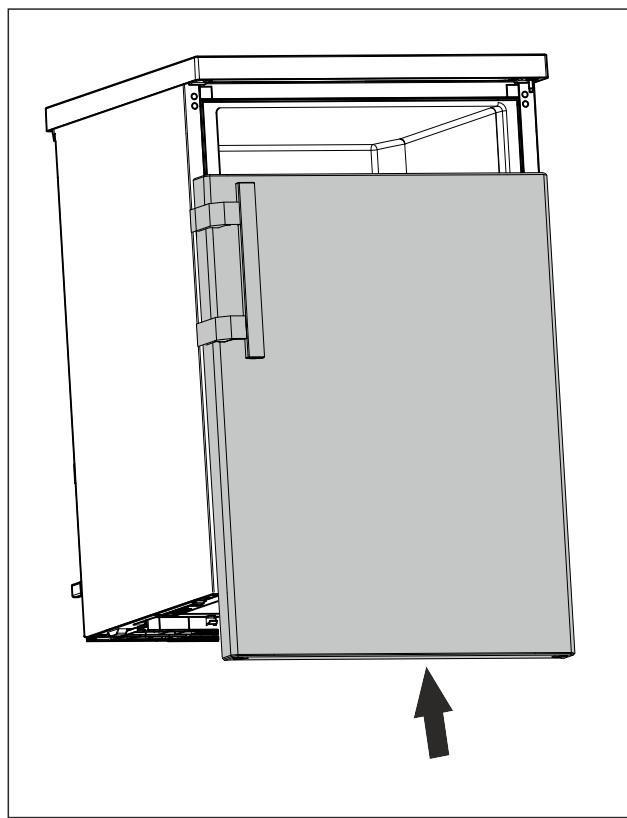

Fig. 20
- ▶ Nustumkite uždarytas duris ant viršutinio kaiščio. (žr. Fig. 20)